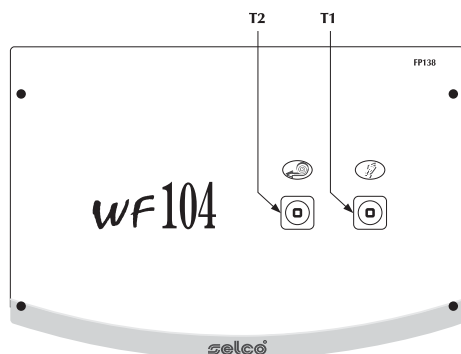

Fig. 18
- 1) Kople kontakten (Fig. 18) på jordeklypen til generatørs positive uttak (+).